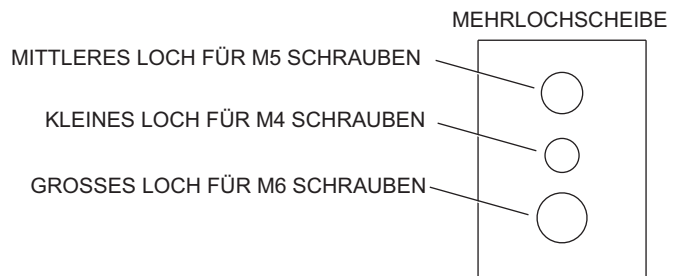

Abbildung. 2.2
- Verwenden Sie das der Schraubengröße entsprechende Loch in der Mehrlochscheibe, wie in Abbildung 2.2 zu sehen ist.